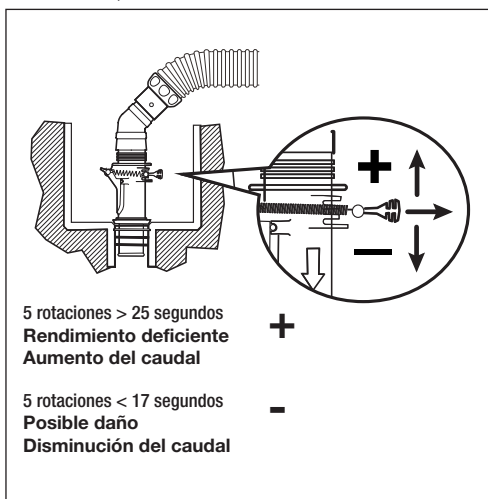

Figura 9. Ajustar la válvula Flowkeeper™
- Válvula Flowkeeper™ **f** en el skimmer para la instalación del skimmer (Figura 9).